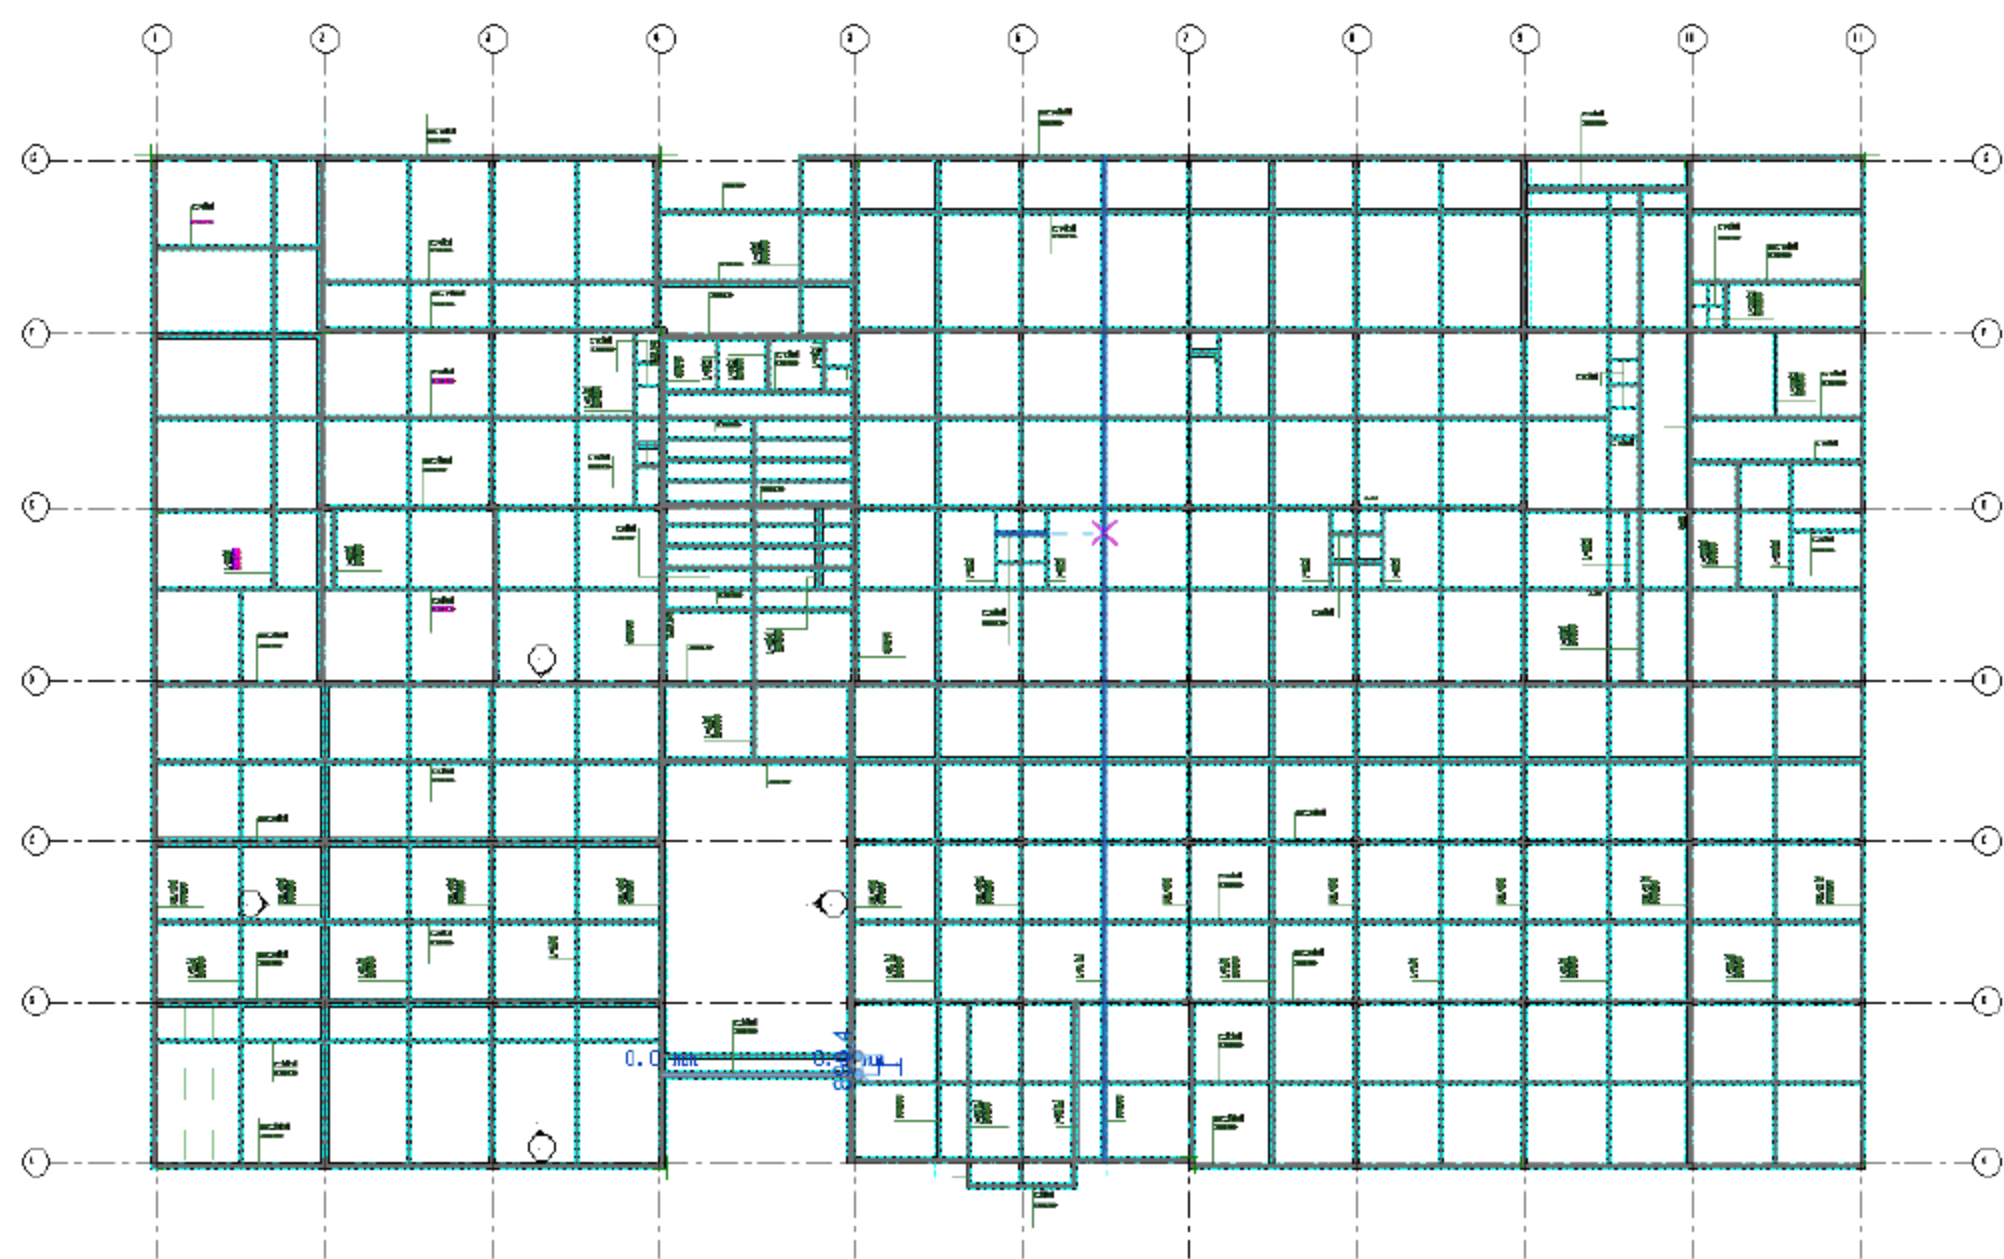
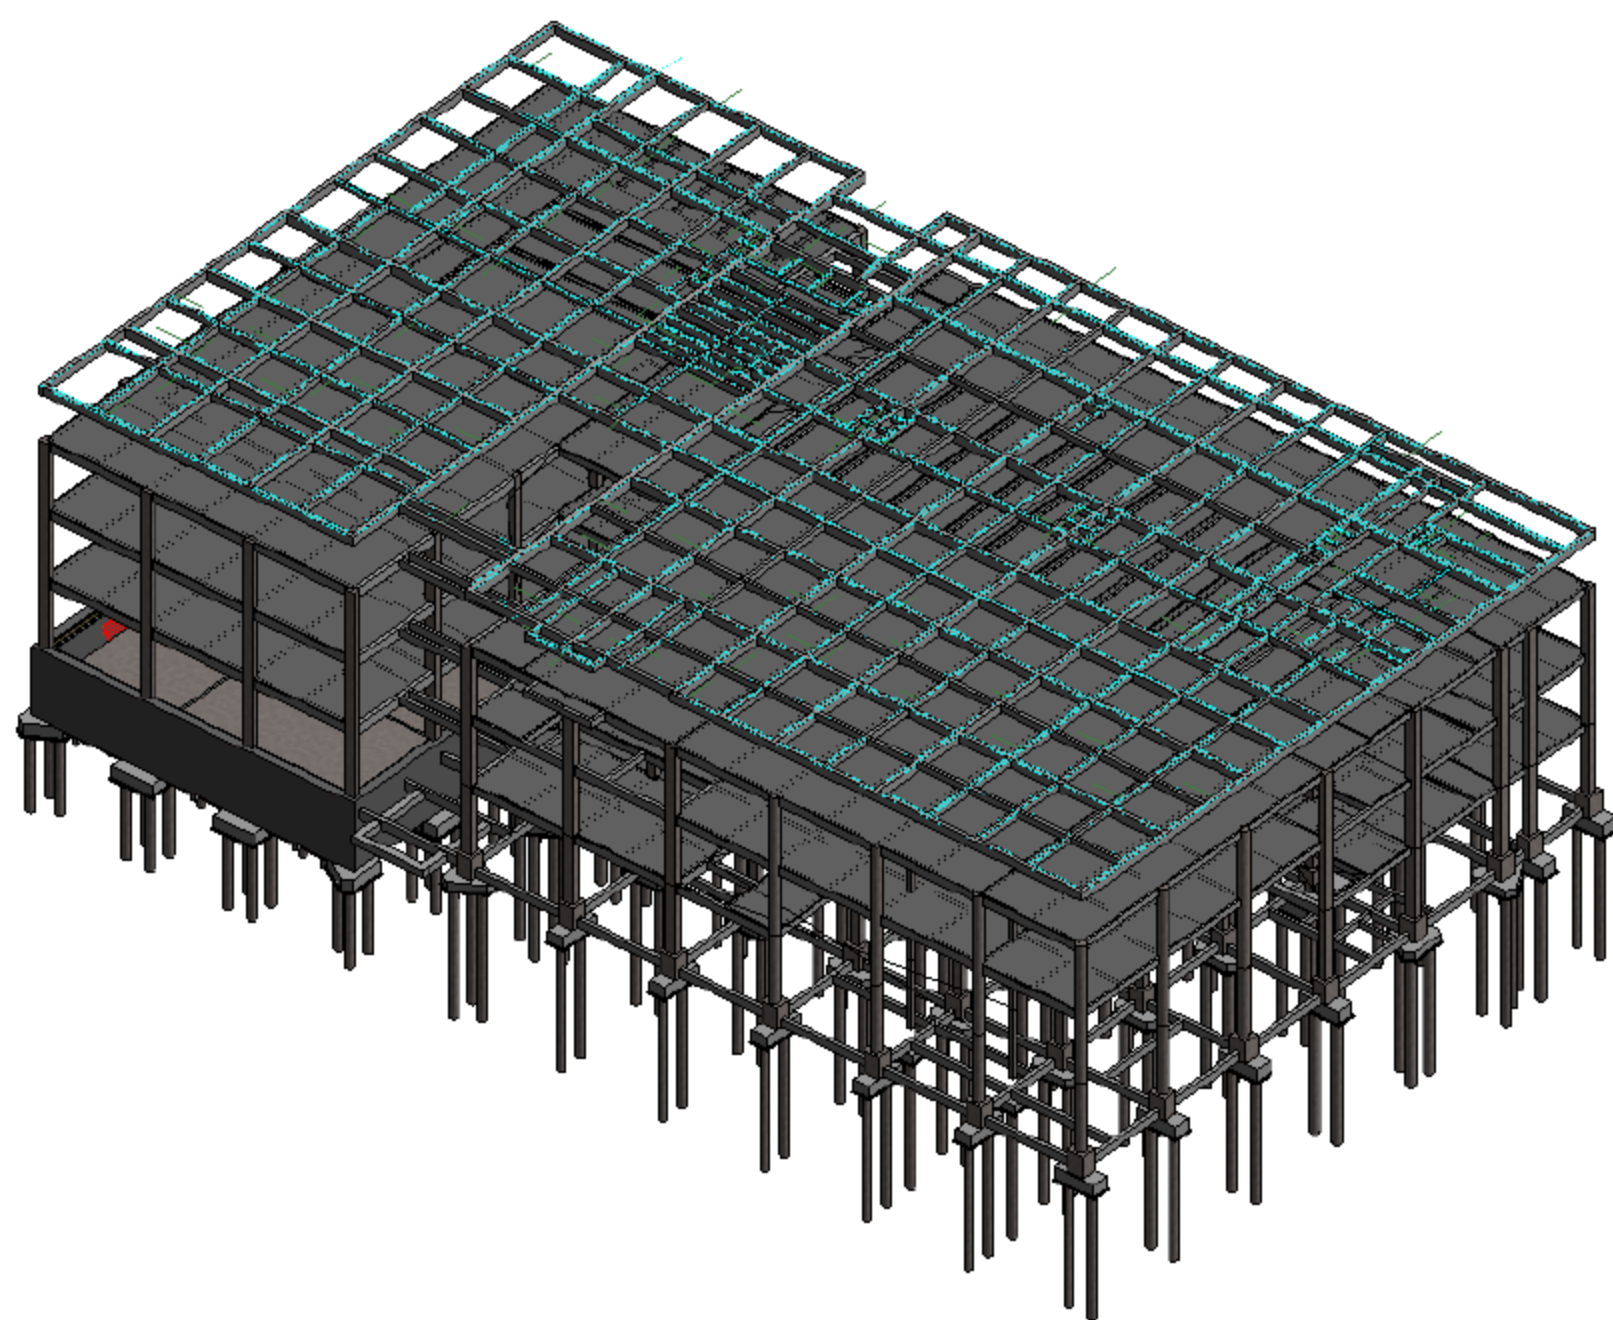

图 5.1.30 完整的屋次梁图
图 5.1.31 屋次梁 3D 图
(6) 结构：4 层的屋次梁绘制方法介绍完毕，剩余屋次梁按步骤即可完成，当结构：4 层的屋次梁绘制完成后，保存项目，平面图如图 5.1.30 所示，3D 效果如图 5.1.31 所示，读者可根据相同方法绘制完整的屋次梁图。